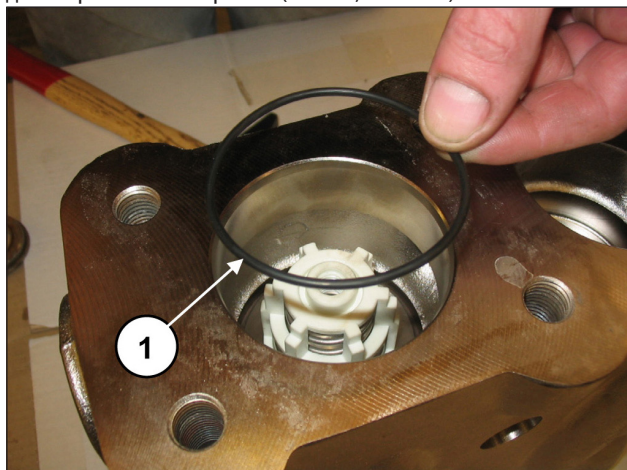

Рис. 121
Вставьте уплотнительное кольцо, поз. №17 на деталировочном чертеже (поз. ①, Рис. 121).